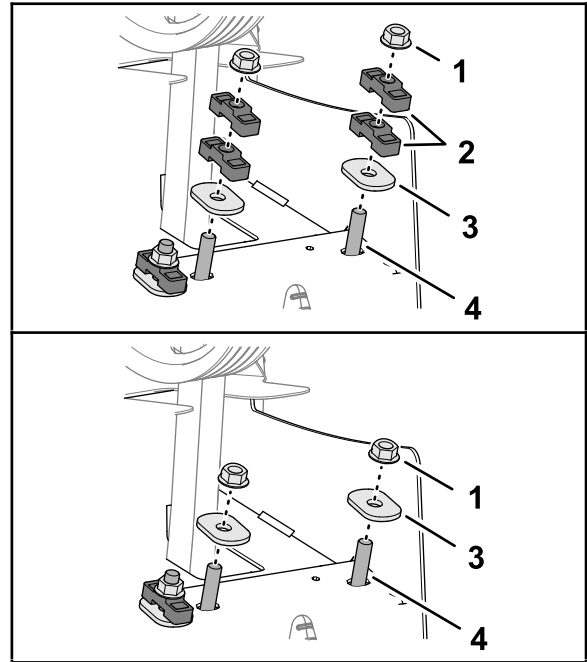

Figura 123
6. Fije el eje del amortiguador y los espaciadores en el bastidor trasero con las arandelas ovaladas endurecidas y las contratuercas (Figura 123).